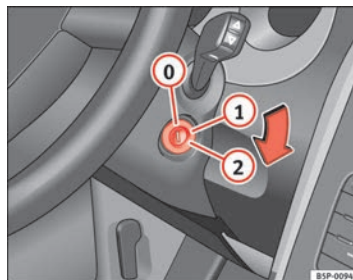

Abb. 117 Stellungen des Zündschlüssels
In dieser Stellung ⇒ Abb. 117 sind die Zündung und der Motor ausgeschaltet und die Lenkung kann gesperrt werden.
- Drehen Sie den Zündschlüssel in Stellung ⇒ Seite 170, Abb. 117 ①. Beim Vorglühen des Motors leuchtet die Kontrollleuchte  auf.
- Wenn die Kontrollleuchte ausgeht, drehen Sie den Zündschlüssel in Stellung ② zum Anlassen des Motors - geben Sie kein Gas.
- Drehen Sie den Zündschlüssel in Stellung ⇒ Seite 170, Abb. 117 .